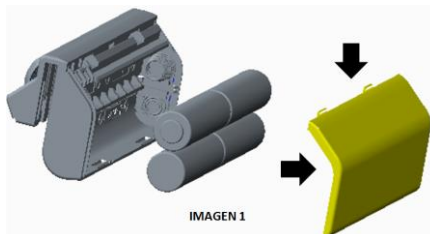

IMAGEN 1
2. Localice el compartimiento de las baterías en la parte posterior del mismo y remueva la tapa (ver imagen 1).